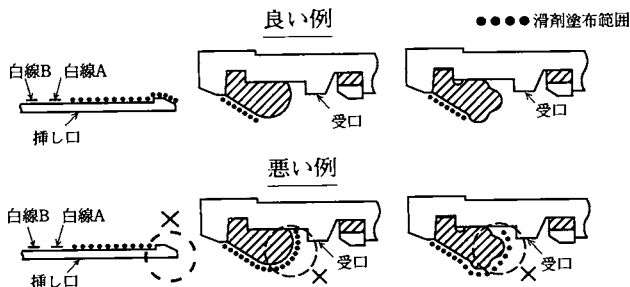

図14 滑剤塗布範囲
**注意** 受口内面やゴム輪の奥(図14参照)に滑剤が付着しないように、滑剤を塗布してください。ゴム輪と受口内面の間に滑剤が付着すると、挿し口挿入時にゴム輪がズレ、漏水の原因となる恐れがあります。